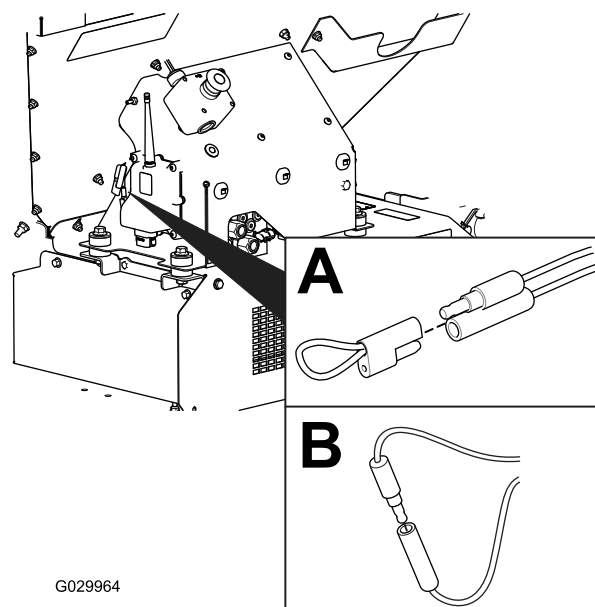

Figura 59
2. Retire el tapón de los 2 conectores de derivación diagnósticos (Figura 59, A).
3. Conecte entre sí los conectores de derivación diagnósticos (Figura 59, B).
2. Desconecte los conectores de derivación diagnósticos (Figura 59, B).
3. Coloque el tapón en los 2 conectores de derivación diagnósticos (Figura 59, A).